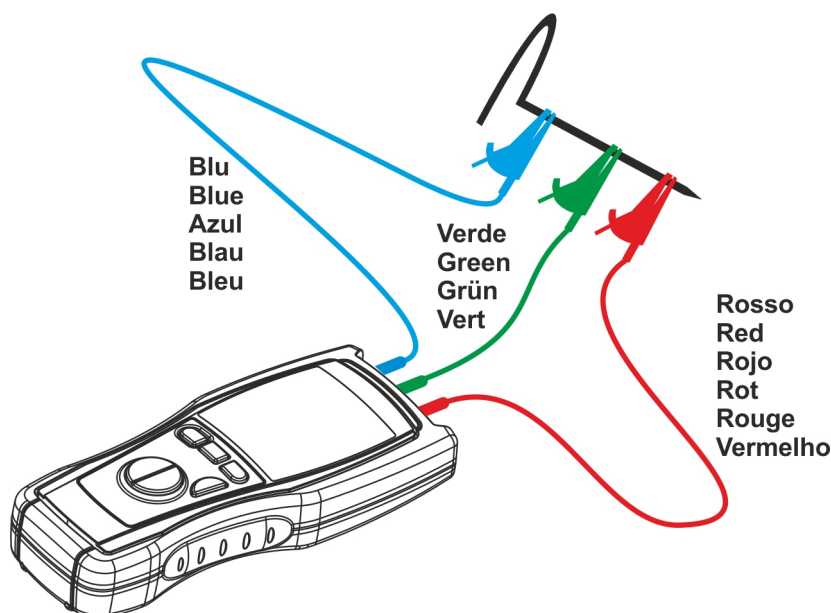

Fig. 5 : Connexions de l'instrument pour la mise à zéro des câbles en mode EARTH 3P
5. Court-circuiter entre elles les extrémités des câbles de mesure (voir Fig. 5) en veillant à ce que les parties métalliques des pinces crocodile soient bien en contact entre elles. Pour obtenir une connexion sûre, on peut utiliser l'un des piquets fournis de dotation avec l'instrument.